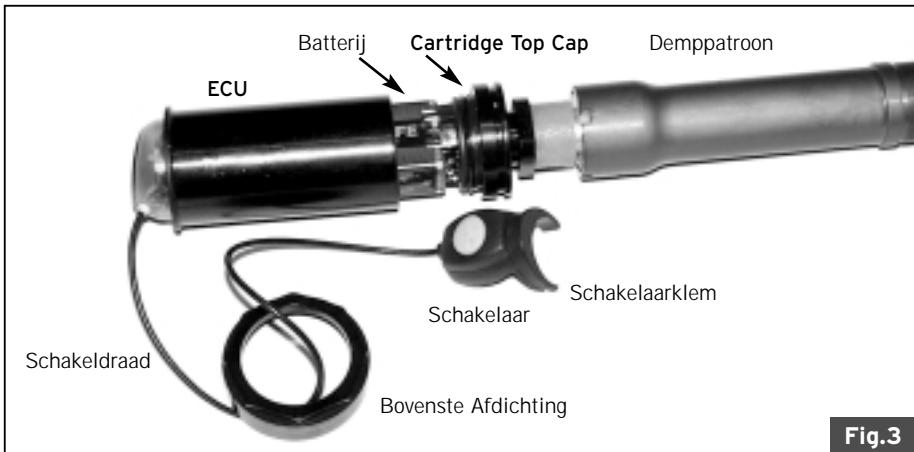

Fig.3
gedrukte vork. Zie Fig. 3. De schakeldraad moet naar voren wijzen vanuit de bovenkant van de ECU.
5. De onderkant van de ECU heeft aan één kant drie en de andere kant maar twee gaatjes. Zie Fig. 2. Duw de ECU in de bovenkant van de cartridge zodat de gaatjes in de ECU en de pinnetjes op de bovenkant van de cartridge passen. Ook dit gaat het best met de vork nog steeds in samengedrukte toestand. Zie Fig. 3. De schakeldraad moet naar voren wijzen vanuit de bovenkant van de ECU.